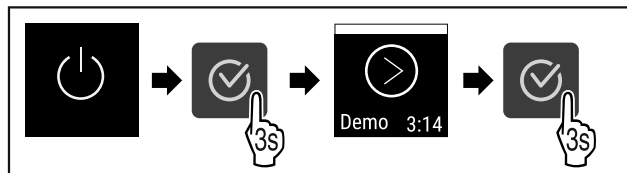

Fig. 65
▶ Végezze el a gyakorlati lépéseket (lásd Fig. 65) .